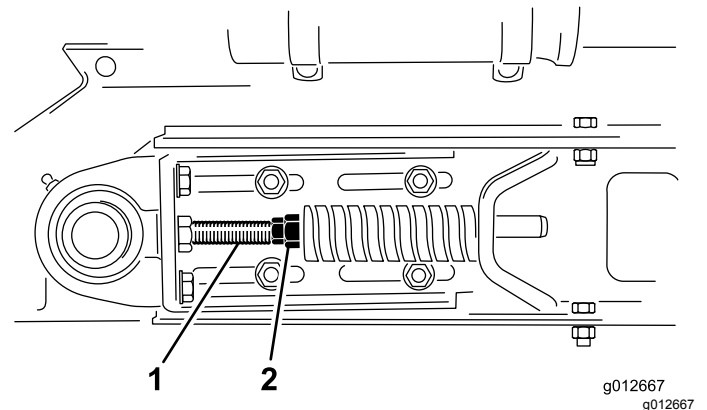

Figura 30
1. Afloje las contratuercas delantera y trasera en la varilla tensora para liberar la tensión del muelle (Figura 30).